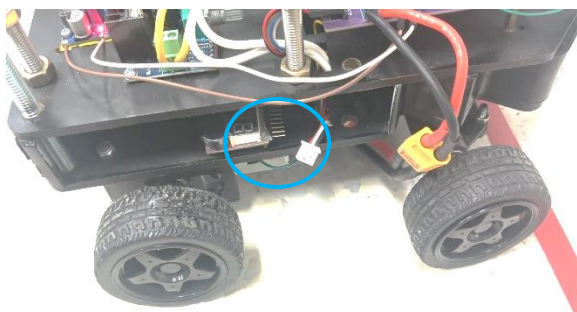

Fig. 5. Conector salva Lipo
- Identifique el conector salva lipo de la batería Turnigy como se aprecia en la Fig. 5.